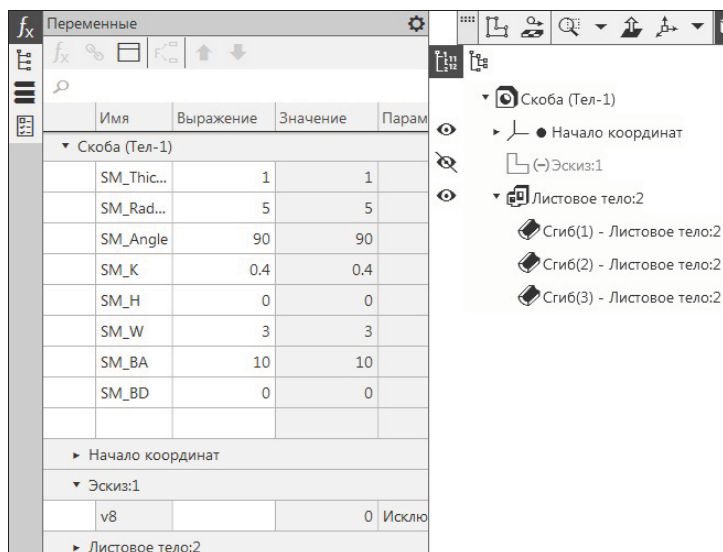
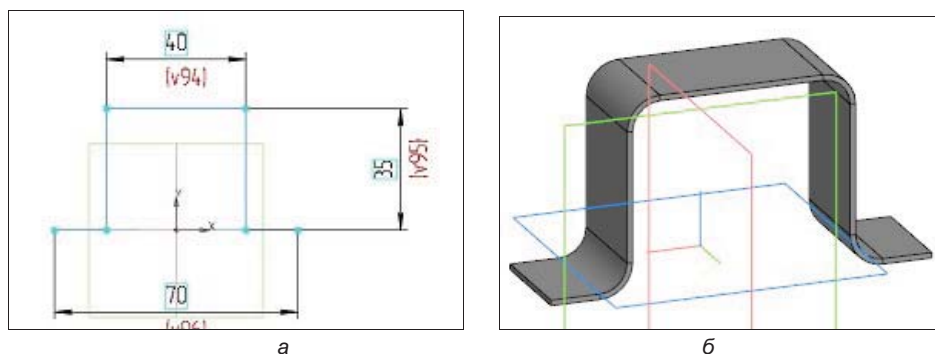

Рис. 29.8. Панель **Переменные** с **Деревом** модели
Рис. 29.9. Скоба 1 в режиме **Эскиз** (а); модель Скобы 1 (б)
Обратите внимание на **Дерево** модели, где элемент **Листовое тело** раскрывается на три элемента: **Сгиб (1)**, **Сгиб (2)** и **Сгиб (3)** (рис. 29.8). На панели **Управление** нажмите кнопку **Переменные**. На экране появится панель **Переменные** (рис. 29.9), где вы можете в таблице изменить толщину материала, радиус изгиба и другие параметры, выделив нужную ячейку, удалить значение, ввести с клавиатуры необходимое и нажать клавишу <Enter>. Для изменения переменных в поле модели нажмите кнопку **Перестроить**.
Самостоятельно создайте модель *Скоба 1* в соответствии с рис. 29.9, а. Ширина скобы 20 мм. Модель скобы показана на рис. 29.9, б.